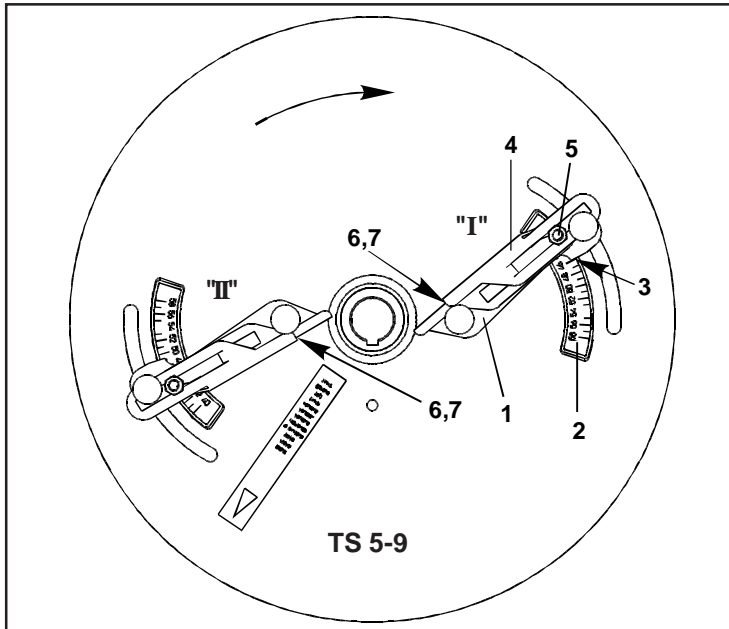

Fig. 7.23
- Ablesekante (Fig. 7.23/7) der Schaufel "I" auf Buchstabenwert "D" einstellen und Schaufelaußenteil befestigen. Schaufel "I" auf Zahlenwert "50" verschwenken und befestigen.
- Ablesekante (Fig. 7.23/7) der Schaufel "II" auf Buchstabenwert "F" einstellen und Schaufelaußenteil befestigen. Schaufel "II" auf Zahlenwert "46" verschwenken und befestigen.